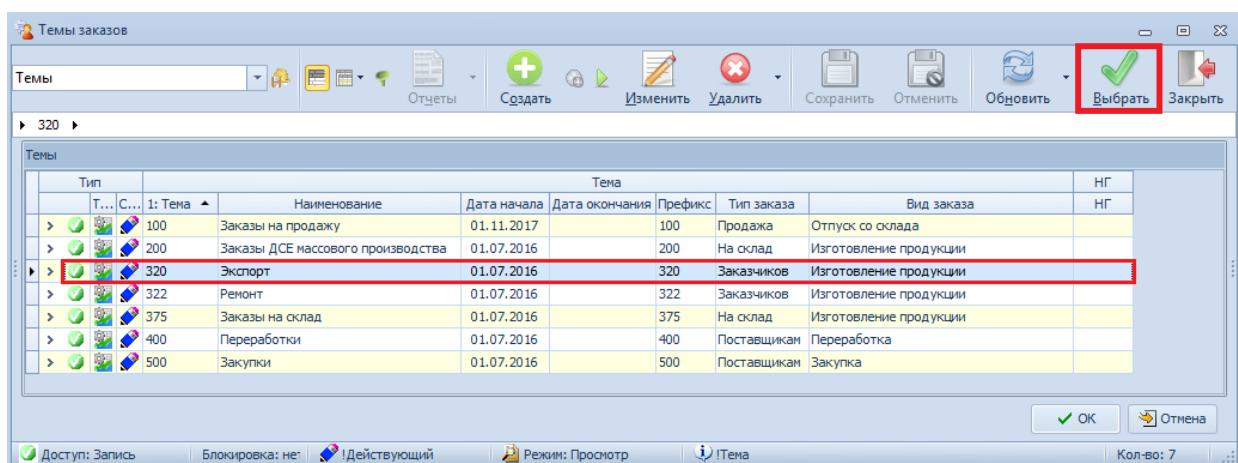

Рисунок 36. Пример выбора Темы заказов
- 4.1 Заполнить поле атрибута «**Тема**». В правой части поля атрибута нажать кнопку **Выбор** «....». В открывшемся окне справочника «**Темы заказов**» в списке выбрать нужную строку, у которой Тип заказа — **Заказчиков**, а Вид заказа — **Изготовление продукции** (при необходимости создать новую Тему), и выделить её, щёлкнув по ней левой кнопкой мыши (рис. 36).
На панели инструментов окна справочника нажать кнопку **Выбрать** (см. рис. 36).